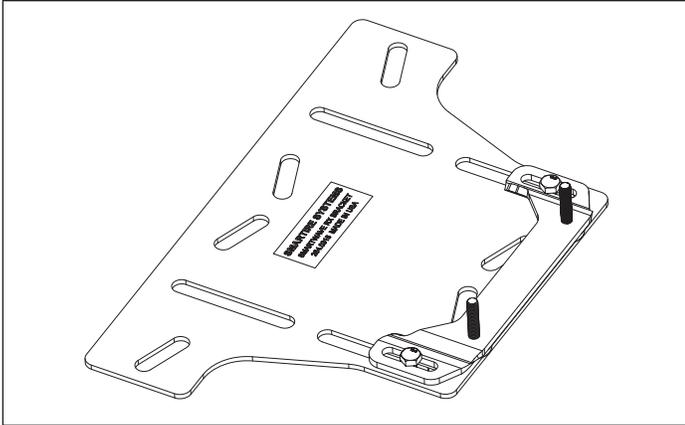

Figura 7: Soporte adaptador
1. Coloque el soporte adaptador suministrado en el lugar donde estaba montada la ECU original. Los pernos deben estar en la ubicación delantera donde entró el arnés original en la ECU. Deje los pernos de fijación sueltos. *Vea la figura 7.*